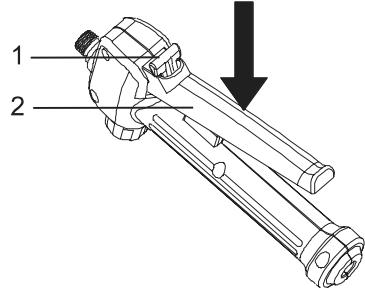

Figura 11
3. Pressione e segure a alavanca para baixo para começar a pulverizar. Consulte a Figura 11.